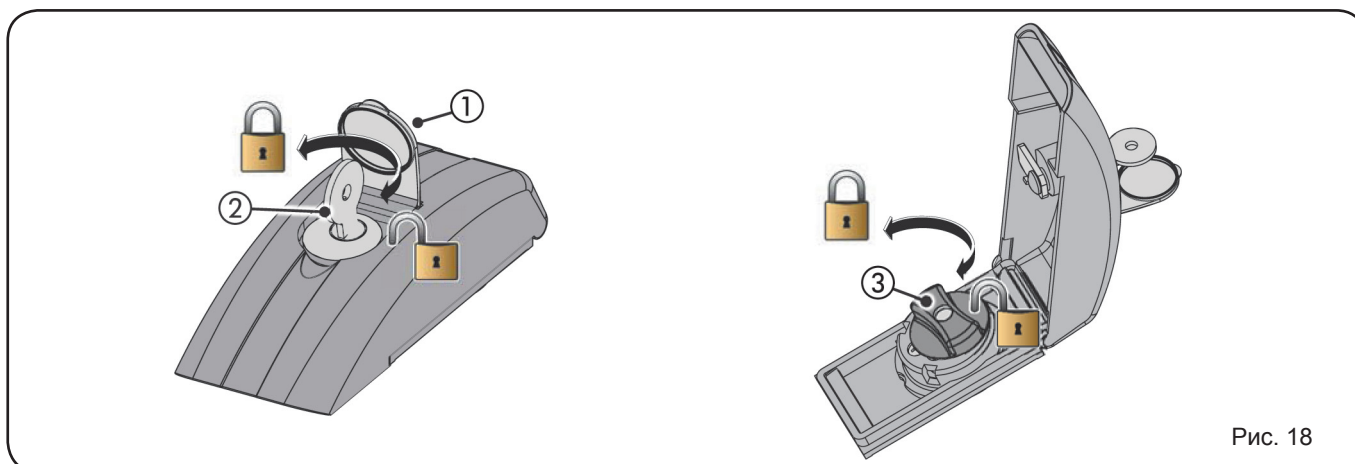

Рис. 18
- 1) Поднимите защитную крышку (рис. 18, поз. 1) и вставьте ключ в замок (рис. 18, поз. 2).
- 3) Поверните ручку разблокировки (рис. 18, поз. 3) против часовой стрелки до упора.